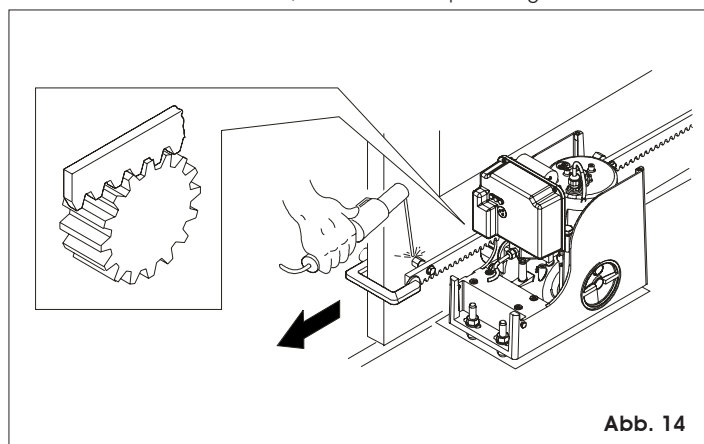

Abb. 14
- 3) Das erste Stück der Zahnstange waagrecht auf dem Ritzel ablegen und den Gewindesperrzahn auf dem Tor anschweißen, wie in Abb. 14 angegeben.